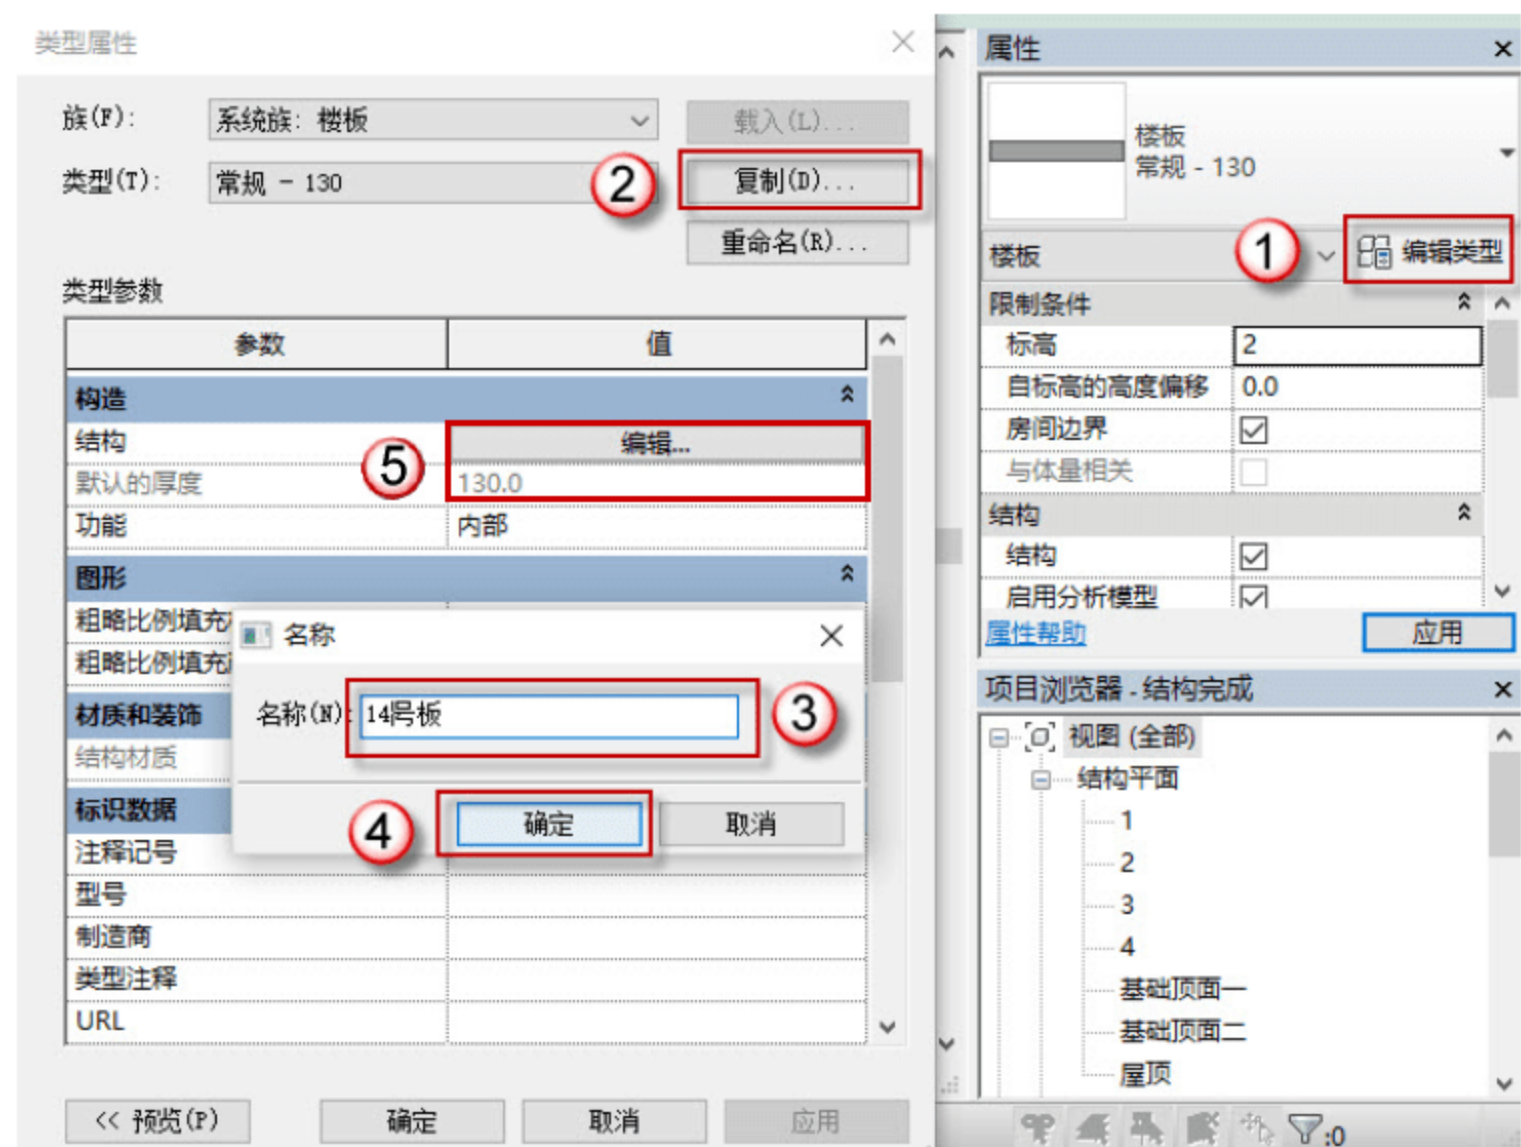

图 4.3.29 设置 14 号板参数
(4) 设置 14 号板参数, 按快捷键 S+B, 进入编辑模式, 单击“编辑类型”按钮, 在弹出的对话框中单击“复制”按钮, 再在弹出的对话框中命名板号, 单击“确定”按钮。单击“编辑”按钮设置参数, 将板厚设置为 130, 如图 4.3.29 所示。